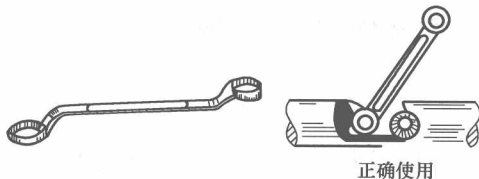

图 1-5 梅花扳手
4) 如图 1-5 所示, 操作时注意选用梅花扳手的正面和反面, 尽可能使用起来安全、省力。